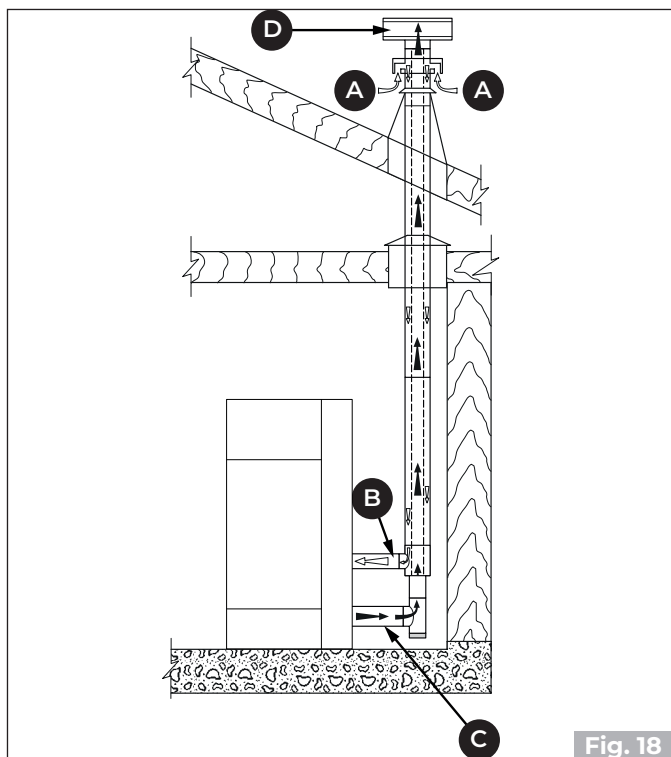

Fig. 18
- die Verbrennungsluft mit Hilfe eines coaxialen Auspuffrohrs für die Abführung der Abgase und den Lufteinlass zu leiten (**Abb. 16 - Abb. 18 - A, B = Lufteintritt, C, D = Rauchgasaustritt**); daher ist es nicht notwendig, einen klassischen Lufteintritt in den Raum vorzunehmen.